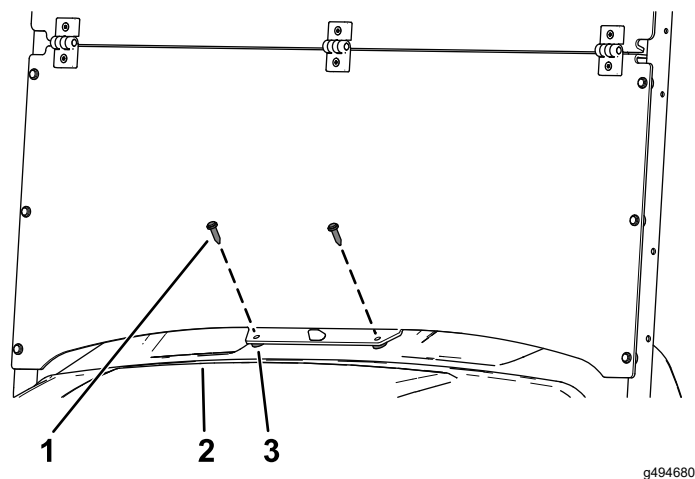

Figura 10
- Sujete el borde inferior de la parte inferior del parabrisas al salpicadero con 2 espaciadores de plástico y 2 remaches de plástico largos (Figura 10).